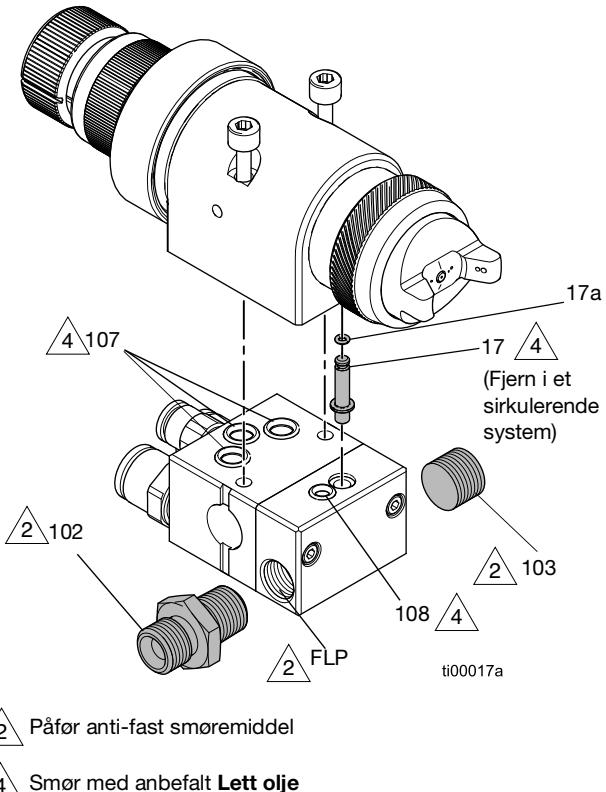

FIG. 4: Væskeporttilkoblinger (ikke-sirkulerende systemer)
3. Koble til væsketilførselsslangen til en kobling for væsketilkobling (102) og væskereturslangen til den andre koblingen (102). Se **Montering av pistolvæskeslange**, side 12.
4. Fjern den interne væskepluggen (17). Se Fig. 4.
5. Installer de to væske-o-ringene (108) som følger med manifolen.